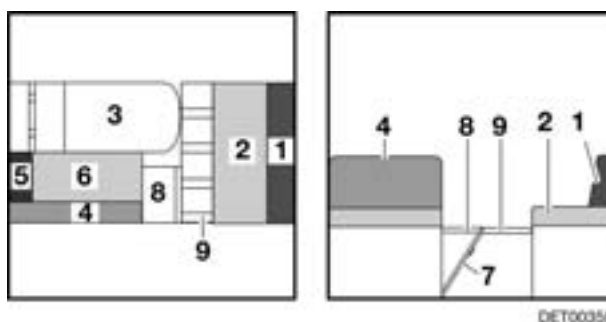

Bild 105 Während des Umbaus
- Sitzbankverlängerung (Bild 105,8) nach oben klappen und mit Klappe verkeilen.
- Lattenrost (Bild 105,9) ausziehen.